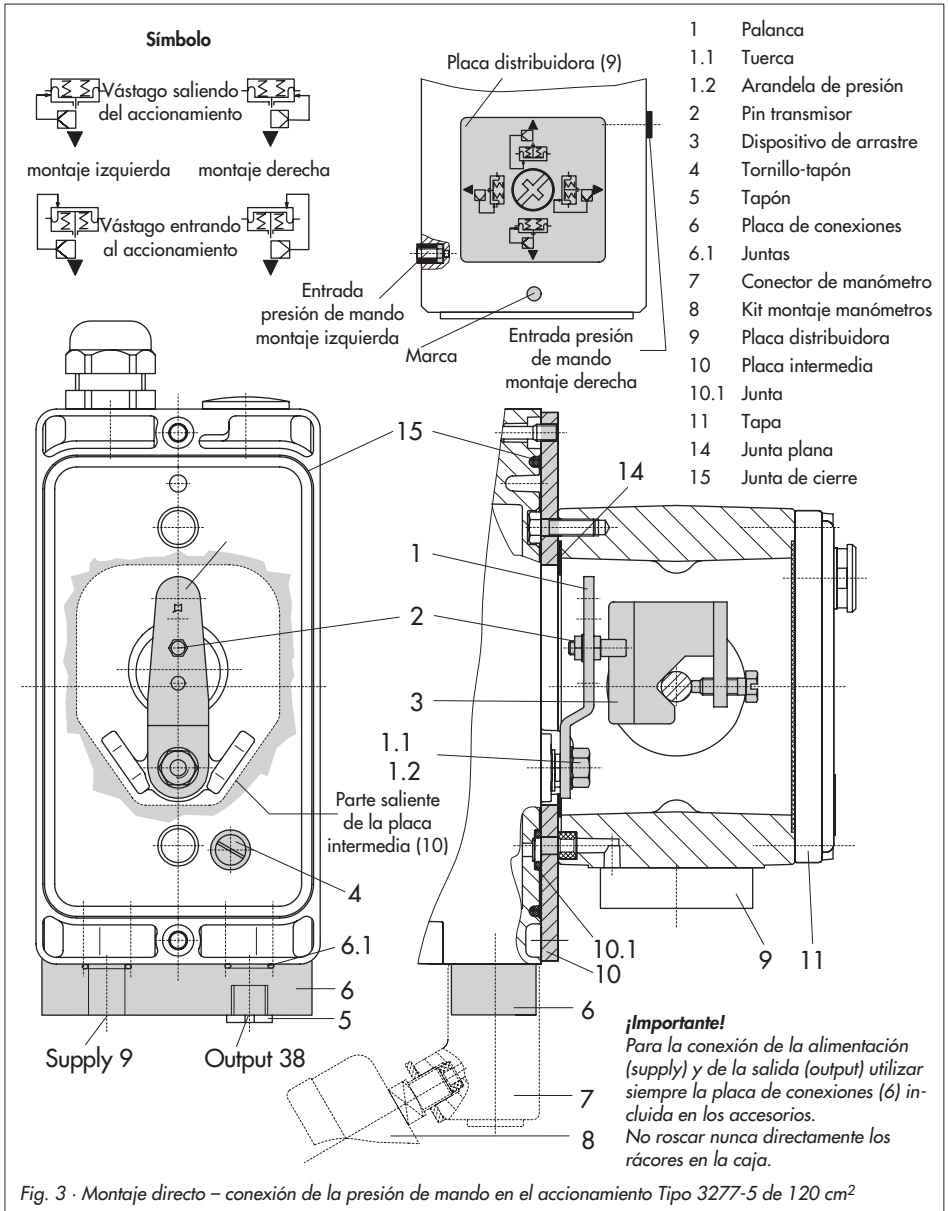

Fig. 3 · Montaje directo – conexión de la presión de mando en el accionamiento Tipo 3277-5 de 120 cm2
4. Fijar la placa intermedia (10) con la parte saliente más estrecha (fig. 3, izquierda) hacia la conexión de la presión de mando, la junta plana (14) tiene que quedar del lado del puente del accionamiento.
5. **Carrera 15 mm:** El pin (2) de la palanca **M** (1) en la parte posterior del posicionador se deja en la posición **35** (estándar).
**Carrera 7,5 mm:** Desatornillar el pin (2) colocado en la posición **35** y atornillarlo en la posición **25**.
6. Colocar la junta (15) en la ranura del posicionador.